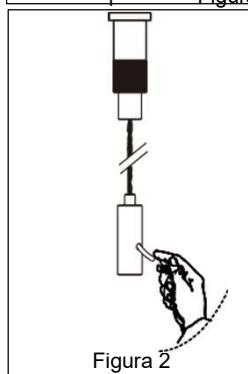

Figura 2
6. Ajusta la longitud de cada cable. *Ver Figura 2.*